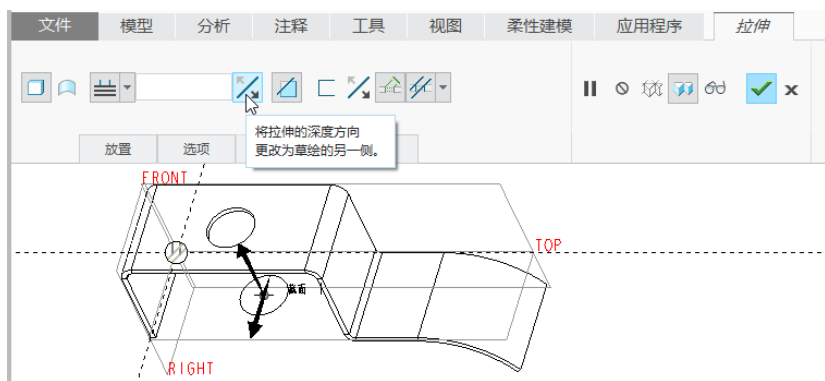

图 3-29 单击方向按钮
(5) 在“拉伸”选项卡中单击图 3-29 所示的↔（将拉伸的深度方向更改为草绘的另一侧）按钮。